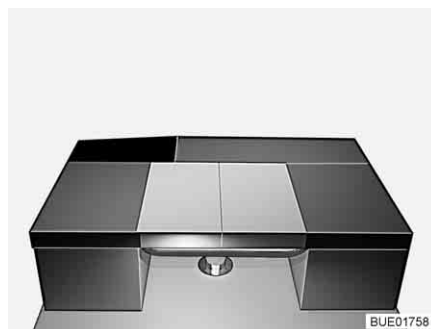

Bild 122 Efter ombyggnaden
- Lägg sidosittbänkens ryggdyna längs på bordet (se Bild 122).